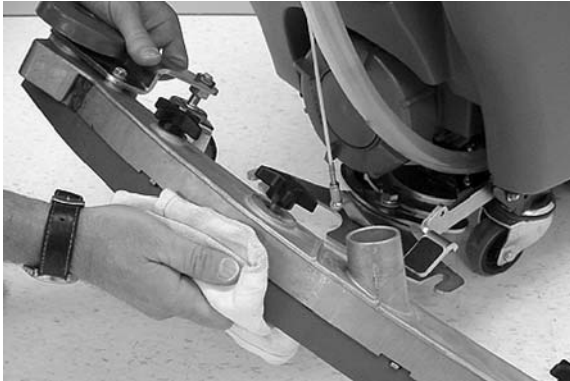

FIG. 42
6. Essuyez les lames du racloir (Figure 42).